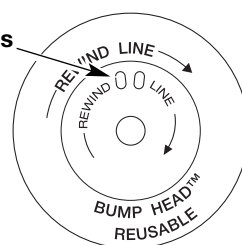

Fig. 14
**REMARQUE :** le SplitLineMC peut être utilisé seulement avec le moulinet intérieur à trous allongés. Le fil simple peut être utilisé avec les deux sortes de moulinet intérieur. Identifiez votre type de moulinet en vous référant à la Figure 14.